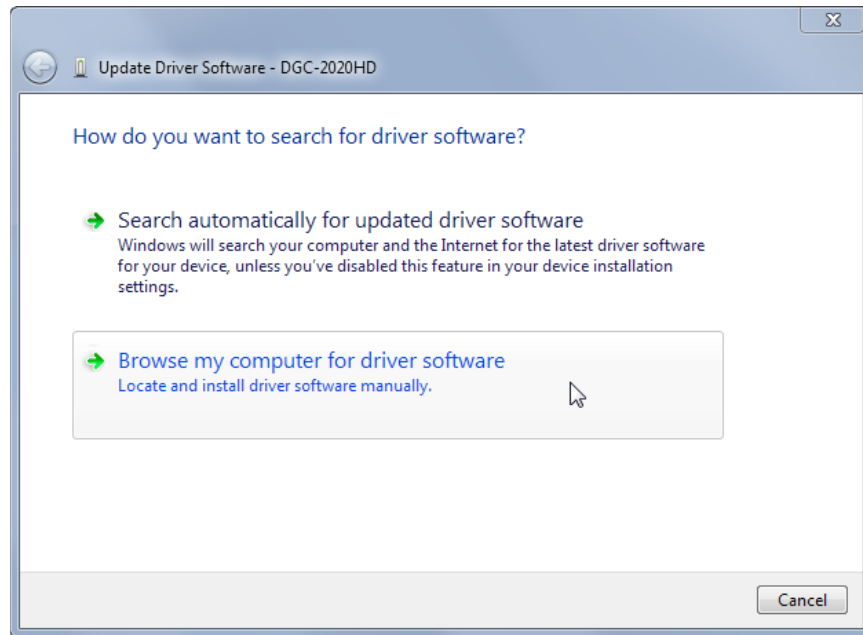

Abbildung 9-4. Treibersoftware aktualisieren - DGC-2020HD
Schritt 4. Wählen Sie 'Auf dem Computer nach Treibersoftware suchen' wie in Abbildung 9-4 dargestellt.